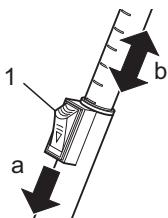

Abb. 4
- Stellen Sie die Länge des Teleskoprohrs ein. Drücken Sie dazu die Teleskoprohr-Arretierung (Abb. 4/1) nach vorn (Abb. 4/a). Ziehen Sie dann das Teleskoprohr am Handgriff (Abb. 1/1) auf gewünschte Länge (Abb. 4/b). Zum Verriegeln, lassen Sie die Teleskoprohr-Arretierung während Sie ziehen los. Sie hören ein deutliches Klicken.